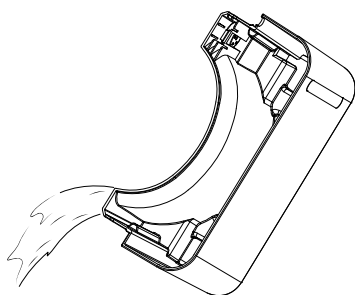

Fig. 3
- ♦ Tøm vandbeholderen **4** ud i en vask (se fig. 3), og sæt vandbeholderen **4** ind i produktet igen. Produktet fortsætter driften med det tidligere valgte program.